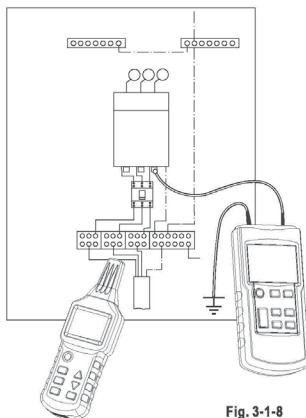

Fig. 3-1-8
- 3) Conecte el emisor de la manera que se muestra en la Fig.3-1-8.